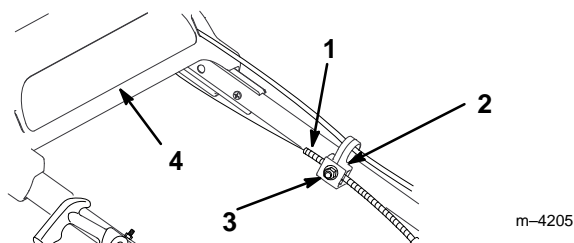

Figure 15
2. Desserrer l'écrou du support de câble (Fig. 15).
4. Repousser le mancheron supérieur vers l'arrière aussi loin que possible, maintenir toujours le support de traction enfoncé et tirer la gaine de câble vers le bas (vers la tondeuse) jusqu'à ce qu'il n'y ait plus de mou dans le câble (Fig. 15).
5. Resserrer l'écrou du support de câble (Fig. 15).